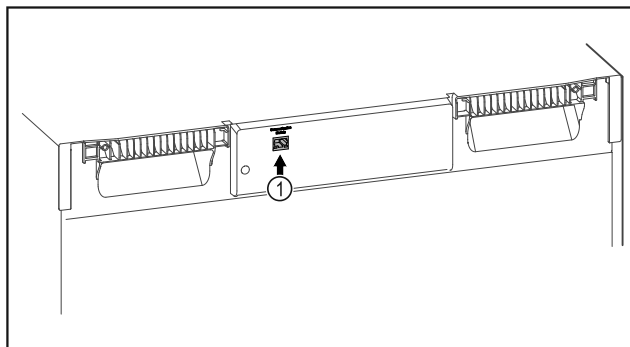

Fig. 87
- ❑ SmartModule Fig. 87 (1) ist eingesetzt.